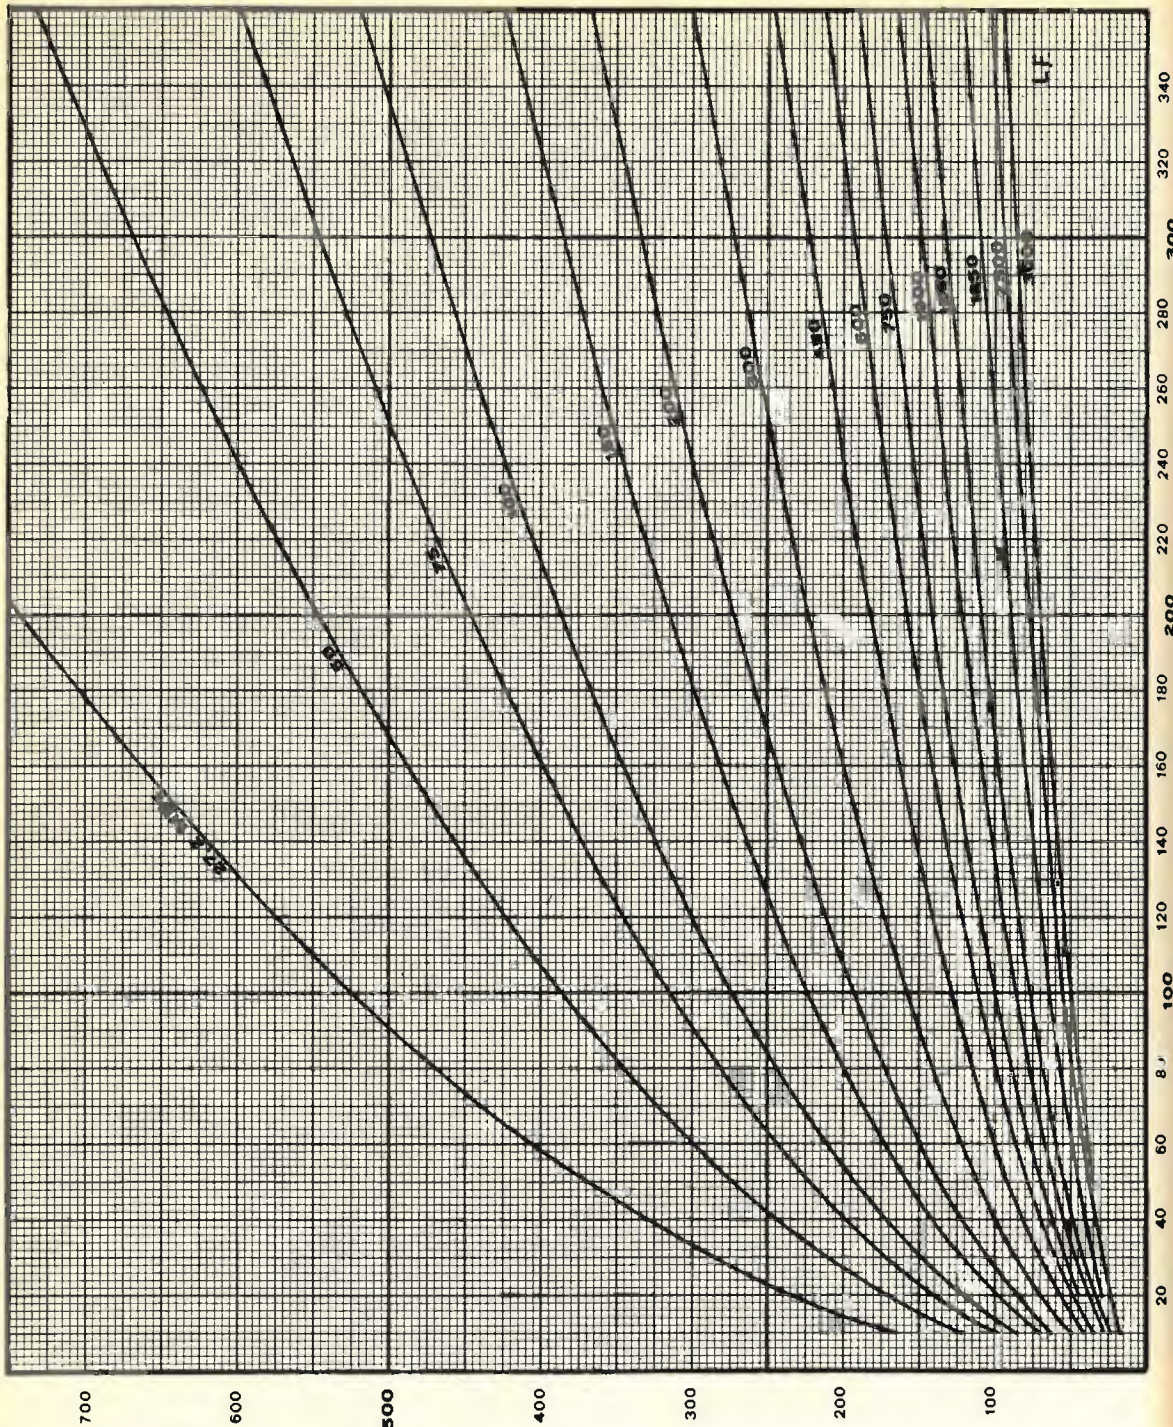

figura 18
Il primo ellissoide di Fresnel, riferito ad una assegnata frequenza, su una data distanza, potrà essere preventivamente tracciato con facilità impiegando il grafico di figura 18. Questo infatti fornisce il valore del raggio massimo (ρ_{max}) in metri che detto ellissoide assume al centro della tratta, in funzione della lunghezza della stessa (distanza TX-RX) e della frequenza in gioco, senza nessuna difficoltà di calcolo!
2) segnare sulle stesse, in corrispondenza della loro mezzera, il raggio massimo (ρ_{max}) del primo ellissoide di Fresnel in base alla figura 18;